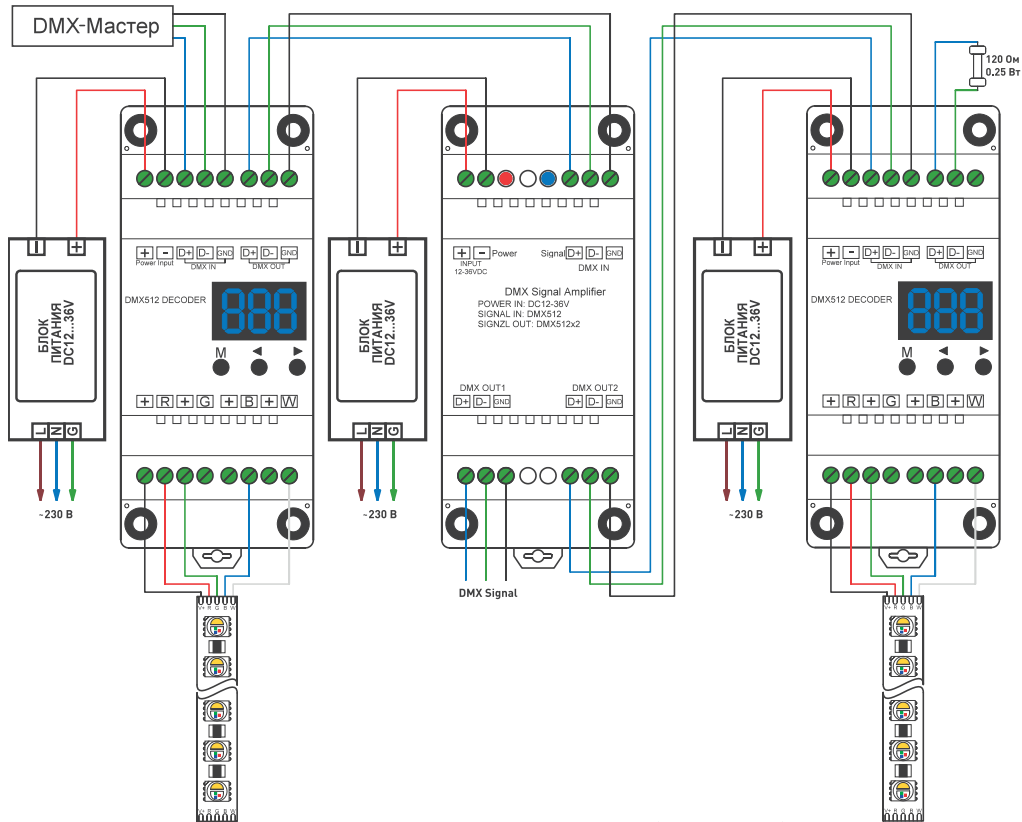

Рисунок 1. Схема подключения усилителя SMART-DMX (12-36V, 2CH, DIN).
3. На передачу сигнала по длинной линии или по линии плохого качества может негативно воздействовать эффект отражения сигнала от конца линии. Для уменьшения уровня отраженного сигнала подключите в конце линии терминальный резистор сопротивлением 90-120 Ом и мощностью 0,25 Вт (см. рисунок 1).